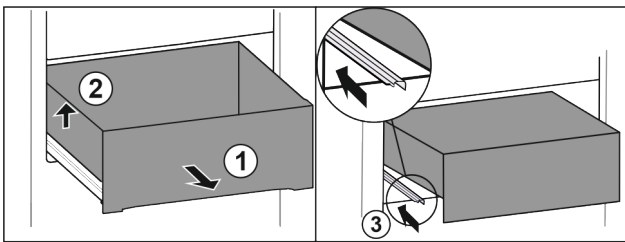

Fig. 17
- ▶ Витягнути висувний ящик до упору. Fig. 17 (1)
- ▶ Підняти висувний ящик ліворуч. Fig. 17 (2)
- ▶ Вставити ліву рейку. Fig. 17 (3)